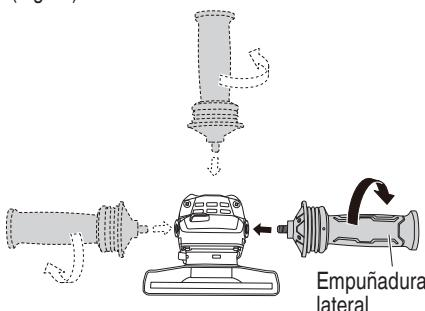

Fig. 11
8. Fijar el asidero lateral Atornille el asidero lateral en la cubierta de engranajes (Fig. 11).